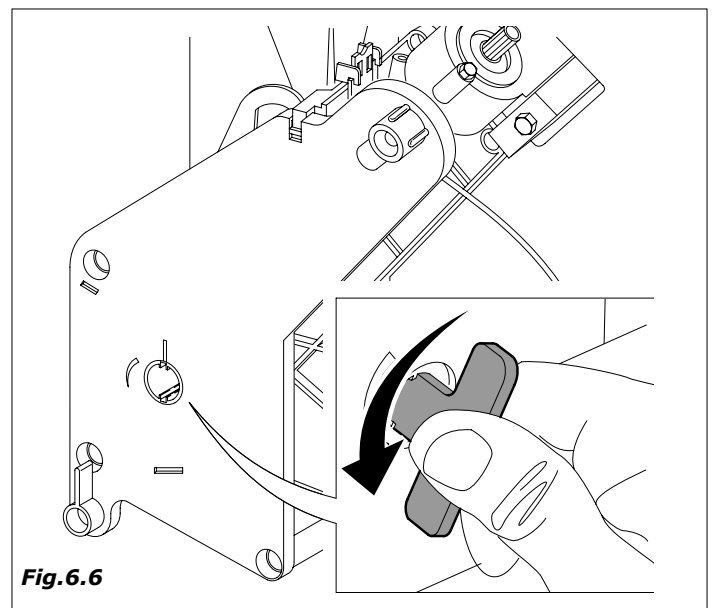

Fig.6.6
- Pimpiar los residuos de café del grupo. Este se puede extraer para facilitar la tarea (Fig.6.6)